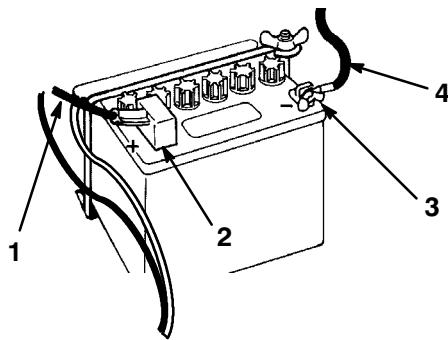

Bild 29
1. Bauen Sie die Batterie im Traktor ein (Bild 29).
3. Schließen Sie das Pluskabel (rot) mit der Schraube und Flügelmutter am (+) Pluspol an (Bild 29). Schieben Sie die Gummiabdeckung über den Batteriepol.
4. Schließen Sie das (schwarze) Minuskabel mit der Schraube und Flügelmutter am (-) Minuspol an (Bild 29).